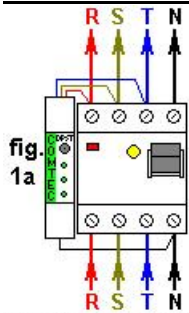
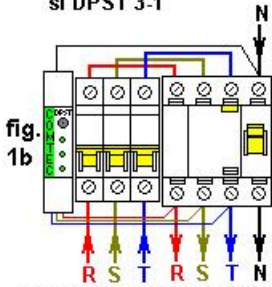

fig. 1a
fig. 1b
- DPST 3-1 se va utiliza numai cu intrerupator automat combinat sau intrerupator automat asociat cu diferential. (fig. 1a si fig. 1b)
- DPST 3-2 se va utiliza numai cu intrerupator automat asociat cu declansator ($U_n=230$ V ca), impreuna sau nu cu intrerupator diferential.(fig. 1a si fig. 1b)